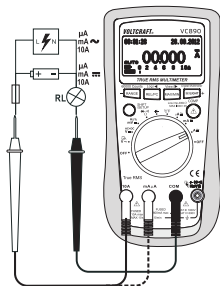

Fig. 3
- Raccordez le cordon de mesure rouge à la douille de mesure mA $\mu$ A ou 10A (5, 6). Raccordez le cordon de mesure noir à la douille de mesure COM (8) (Fig. 3).